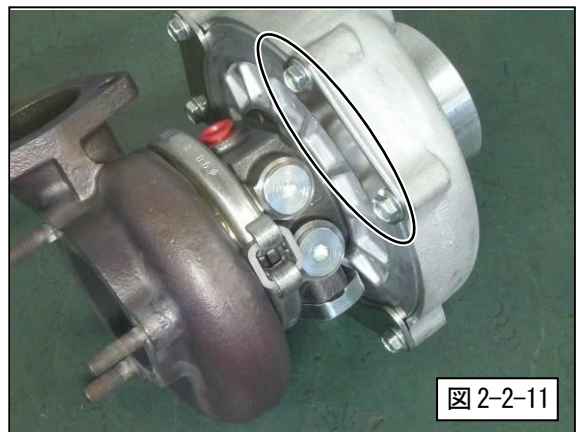

図 2-2-11
- (6) コンプレッサーハウジングのボルトを $7 \pm 1\text{N}\cdot\text{m}$ で締付けてください。(6ヶ所×2) (図 2-2-11)